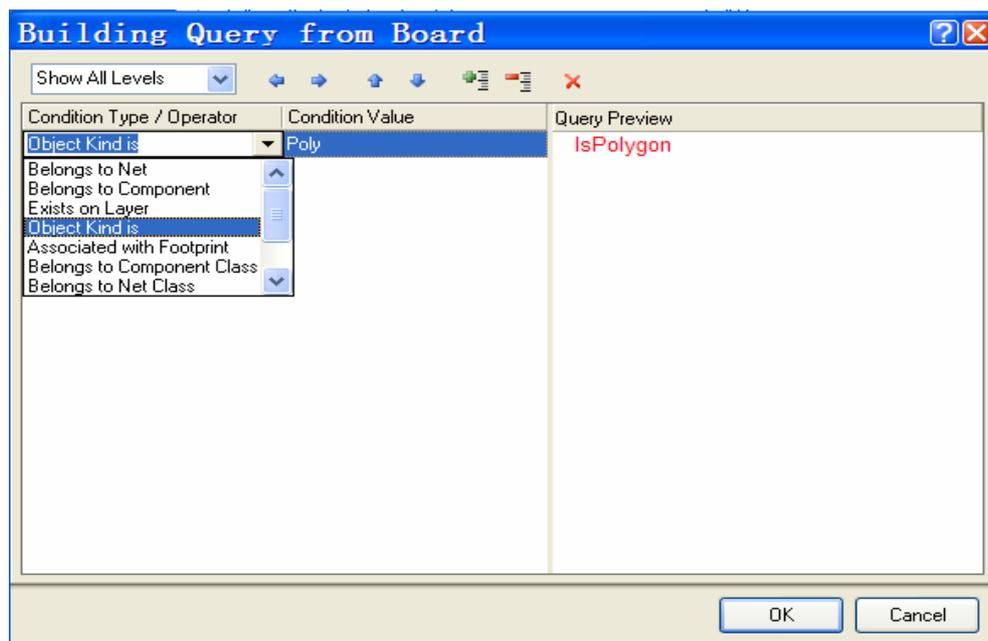

图 4.2
**Advanced:** 高级设定,点击 query builder 按钮进入设定框. 如图 4.2